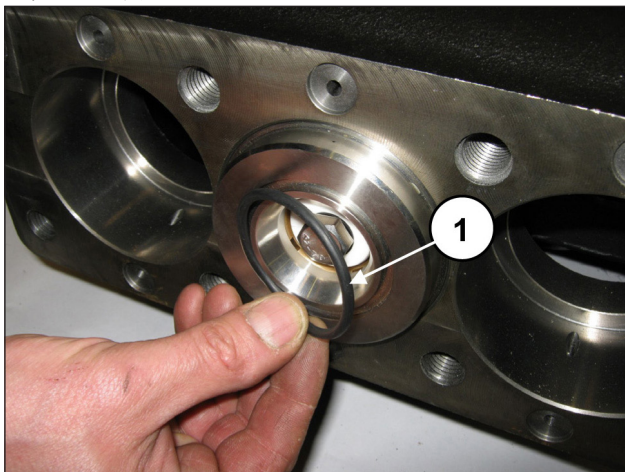
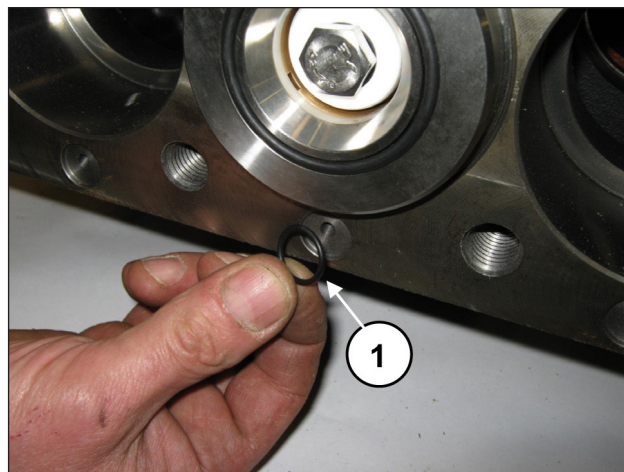

图 189
图 190
安装缸套的前O形圈 (位置①, 图 189) 和再循环孔的O形圈 (位置①, 图 190)。